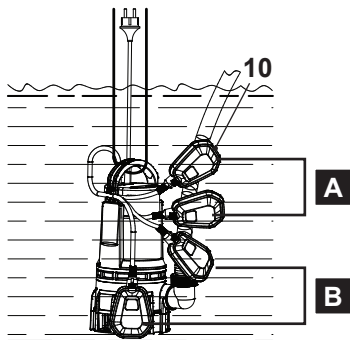
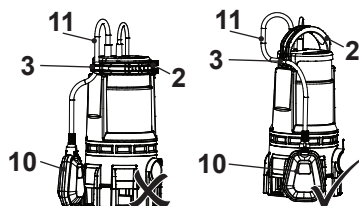

Fig. 6
Fig. 7
REMARQUE : l'interrupteur à flotteur (10) contient une bille qui active un interrupteur. Le produit ne fonctionne que si l'interrupteur à flotteur est au-dessus de la position A, la position B correspondant au niveau d'arrêt de la pompe (Fig. 6).
Le produit est mis en marche à un certain niveau d'eau par l'interrupteur à flotteur (10) (interrupteur de niveau) (Fig. 6, A). Le produit continue à pomper jusqu'à ce que le niveau d'eau descende à une certaine hauteur, puis l'interrupteur à flotteur arrête le produit (niveau d'arrêt) (Fig. 6, B).
1. Réglez la hauteur des niveaux d'activation et de désactivation de l'interrupteur relatif entre certains paramètres en allongeant ou en raccourcissant la longueur libre du câble de l'interrupteur à flotteur (11).
2. Soulevez d'abord la poignée de transport (2), puis fixez le câble de l'interrupteur à flotteur (11) à l'un ou l'autre des attache-câbles (3) (Fig. 7).